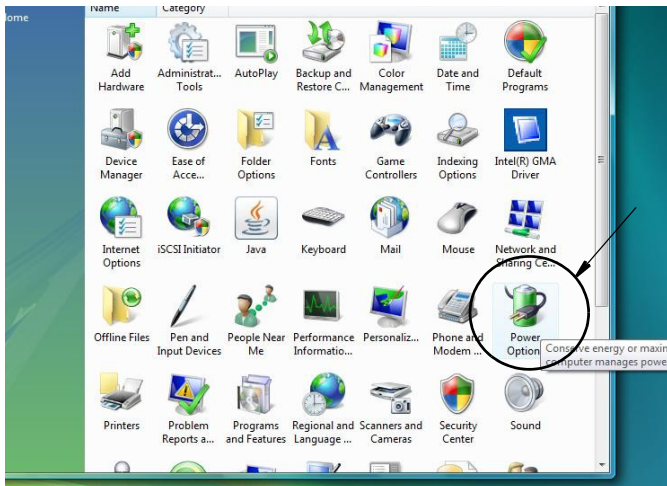

FIG. 17
2. Quindi selezionare l'icona Opzioni di risparmio energia (FIG. 17).